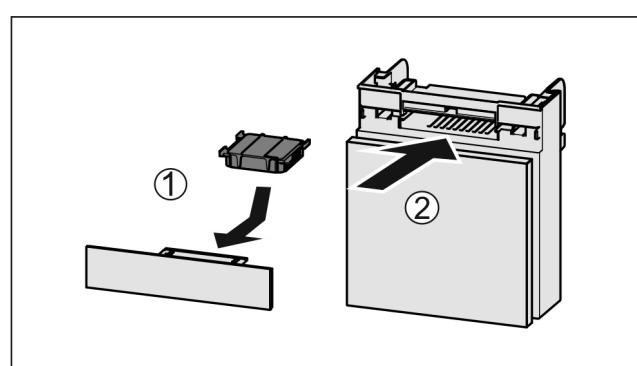

Fig. 46
- Установите фильтр с активированным углем, как показано на рисунке Fig. 46 (1).
► Вставьте отделение Fig. 46 (2).